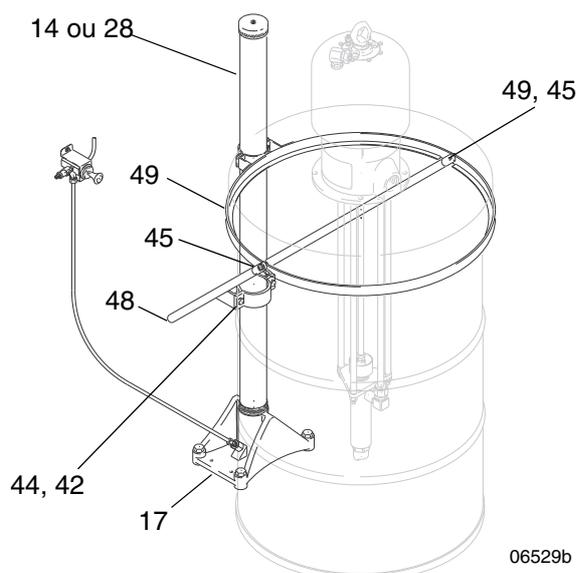

FIG. 4
Placez le couvercle dans sa bonne position dans la bague de support (49) et serrez les vis à tête (45). Placez un tambour ouvert contre l'embase de l'élévateur (17) et le couvercle sur le tambour pour que les empreintes du collier de support (44) soient bien serrées contre le tube montant de l'élévateur (14 ou 28). Levez le tube de 6,4 mm (0,25 po.), puis serrez les vis de la bride (42). Consultez la FIG. 4.